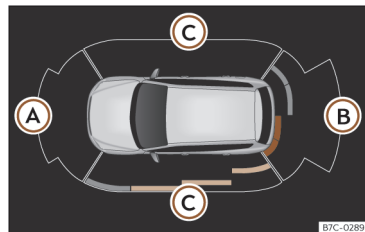

Fig. 126 Affichage du système d'aide au stationnement à l'écran du système d'infodivertissement.
Les pare-chocs possèdent des capteurs intégrés. Quand ils détectent un obstacle, ils l'indiquent par des signaux sonores et dans le système d'infodivertissement >>> **fig. 126**.
Afin d'afficher toute la périphérie du véhicule, il est nécessaire de le déplacer de quelques mètres vers l'avant ou l'arrière. Ainsi, les zones manquantes sont balayées et la présence d'obstacles sur les côtés du véhicule est signalée >>> **fig. 126 (C)**.